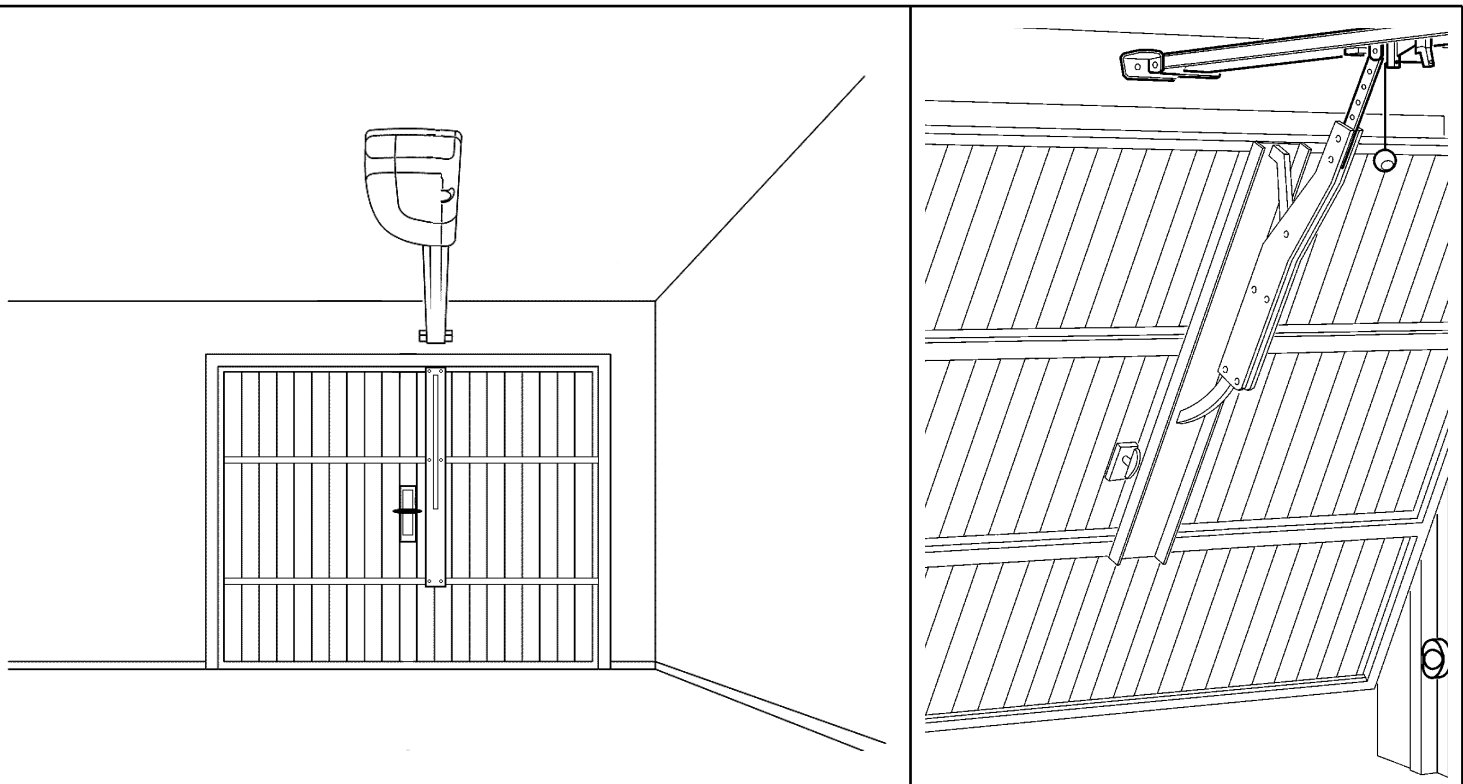

Figure 11
• Il est conseillé de fixer l'opérateur au niveau de la ligne du milieu de la porte mais un léger écart est admis. Par exemple pour monter le BRAS OSCILLANT à côté de la poignée (figure 11).
Si la porte à automatiser est une porte basculante (aussi bien à contrepoids qu'à ressorts), il faut installer le BRAS OSCILLANT GA1 qui pourra être monté à côté de la poignée (figure 11).